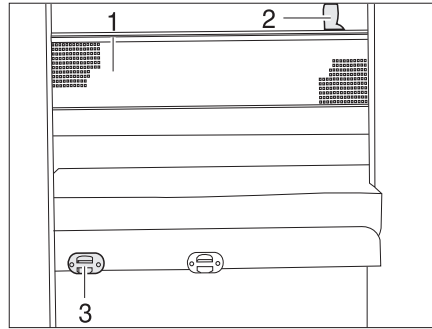

Fig. 177 Red de seguridad
- Enganchar la escalera de ascenso con los largueros en el soporte (Fig. 177,3) en el panel.
La red de seguridad (Fig. 177,1) viene de serie entre el colchón y el somier. Tender la red de seguridad cuando la persona ya se encuentre en la cama.
- Engatillar las cintas de sujeción (Fig. 177,2) en los soportes en el techo.